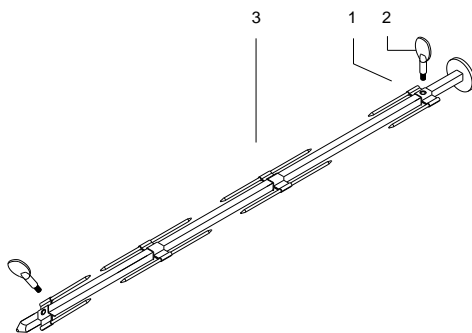

Fig. 5
- a) Posizionare lo spillo semplice (1) sullo spiedo (3) fino a raggiungere lo stop e fissare con la vite (2) Fig.5